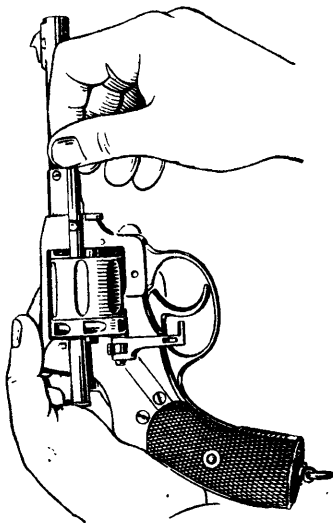

Рис. 95. Как разрядить револьвер
**145.** Для разряжания револьвера взять его в левую руку так, чтобы спица курка и тыльная часть рукоятки револьвера упирались в мякоть ладони, дуло было обращено вверх и вперед, а дульный срез револьвера был поднят на высоту груди (рис. 95); локоть левой руки прижать к туловищу; большим пальцем правой руки откинуть дверцу и давлением пальца на передний обрез гильзы (патрона) вытолкнуть ее из каморы: поворачивая барабан в направлении движения часовой стрелки, освободить все каморы от гильз (патронов). Если от давления пальца гильза не извлекается, то вытолкнуть ее из каморы при помощи шомпола; для этого выдвинуть шомпол